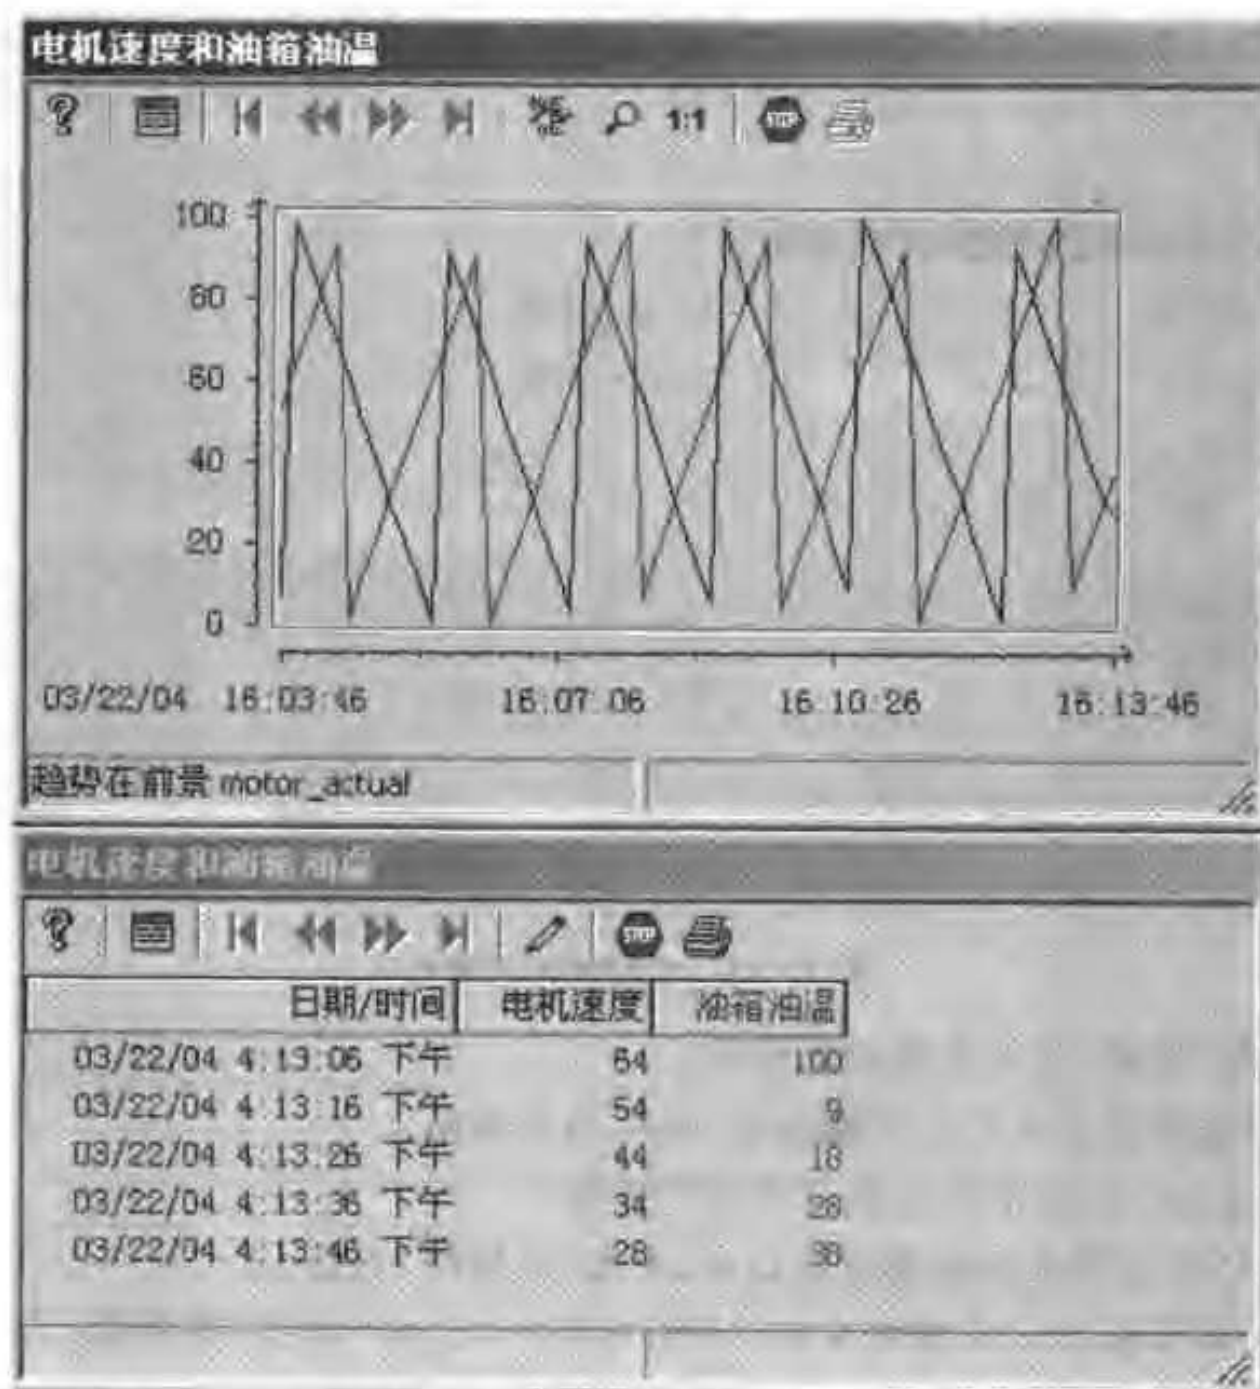

图 7-13 表格控件和趋势控件运行画面
- 在图形编辑器中,单击工具栏上的图标,直接运行改画面。经过一段时间的延时后,这两个控件的运行结果如图 7-13 所示。